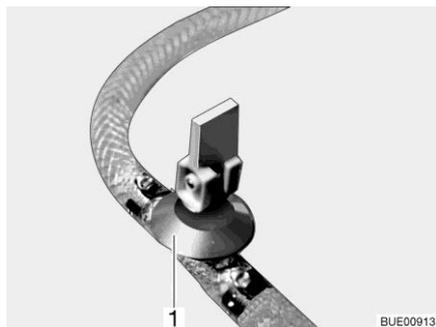

Fig. 196 Llave de desagüe (con balancín)
- Abrir todas las llaves de desagüe. Para ello, ajustar el balancín de la llave de desagüe (Fig. 196,1) en la posición vertical.